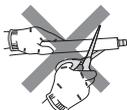

Figura 1
- Não corte a mangueira de drenagem da unidade. (Figura 1)